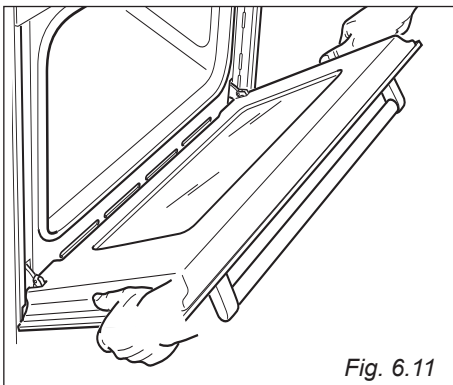

Fig. 6.11
- Impugnare la porta come illustrato in fig. 6.11.